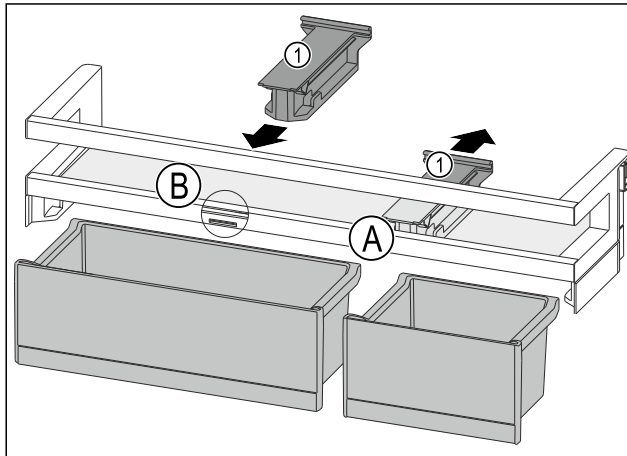

Fig. 97
- ▶ Haltebauteil Fig. 97 (1) in Position Fig. 97 (A) nach hinten abziehen.
- ▶ Haltebauteil Fig. 97 (1) in Position Fig. 97 (B) einsetzen.